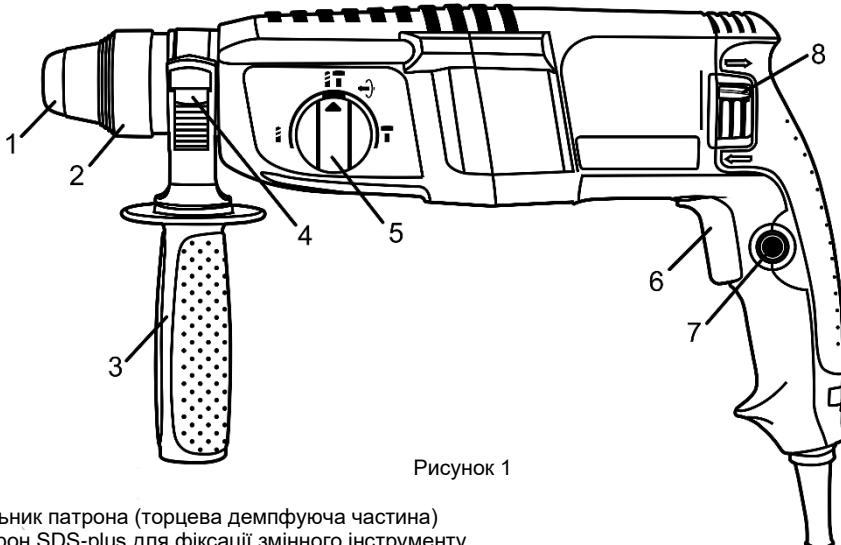

Рисунок 1
**4.1** Оберіть необхідний режим роботи виробу за допомогою перемикача (5) (див. Рисунок 1, таблицю 1). При необхідності зміни кута нахилу насадки при виконанні довбальних робіт виконайте операції, які описані в пункті 3.5. При необхідності встановлення свердлильного патрона – встановіть його в патрон SDS-plus через адаптер.
**4.2** Для увімкнення виробу натисніть на курок вимикача (6) (рис.1). Для відключення виробу курок слід відпустити.